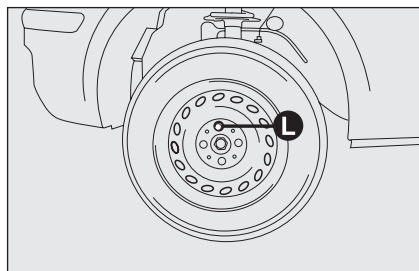

fig. 5
- pour les versions équipées d'enjoliveurs de roue, déposer l'enjoliveur de roue après avoir dévissé ses 3 boulons de fixation, puis dévisser le quatrième boulon **L** - **fig. 5** et déposer la roue ;